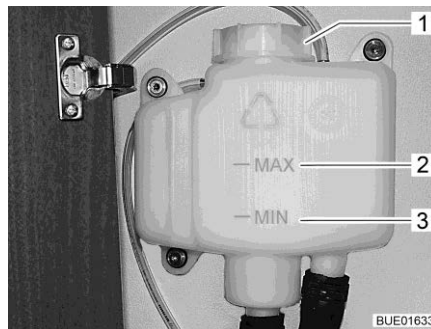

Fig. 305 Recipiente de compensación sin panel
- Comprobar si en el recipiente de compensación (Fig. 305) el líquido está entre las marcas "MIN" (Fig. 305,3) y "MAX" (Fig. 305,2).
- Abrir la tapa giratoria (Fig. 305,1) del recipiente de compensación.